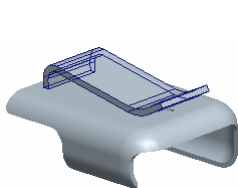

图 5.38.23 扫描特征
Step14. 添加图 5.38.23 所示的特征——扫描特征。